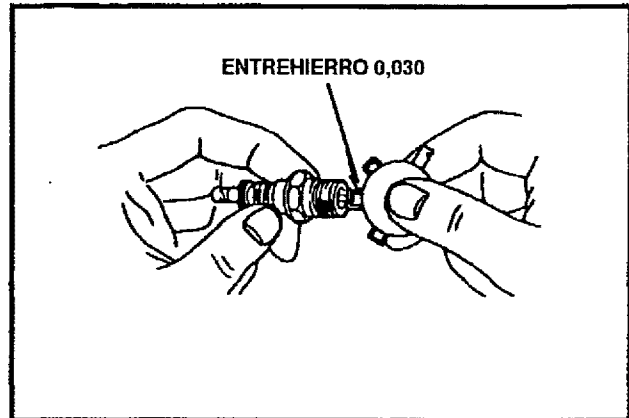

FIG. 9
- Asegúrese de que la bujía esté limpia y libre de materia extraña. Revise el entrehierro de los electrodos (**Vea la FIG. 9**) con un instrumento medidor y restaure el entrehierro a 0,030 pulgadas si fuese necesario.